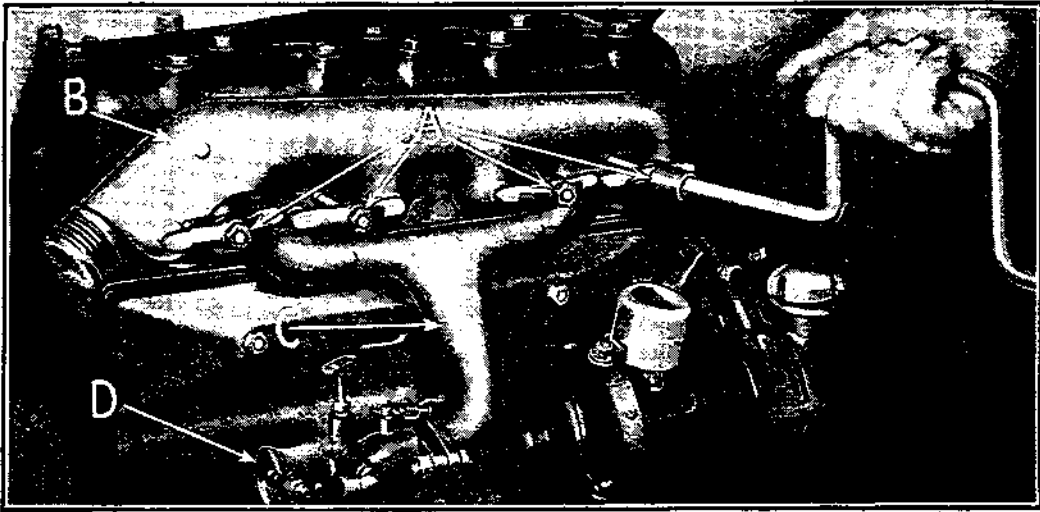

Fig. 129
**200** — Enlever le collecteur d'échappement et la tubulure d'admission avec le carburateur en dévissant les quatre écrous des goujons et en retirant les brides. (Voir A, fig. 129.) Retirer le collecteur d'échappement B et la tubulure d'admission sur laquelle est fixé le carburateur D.